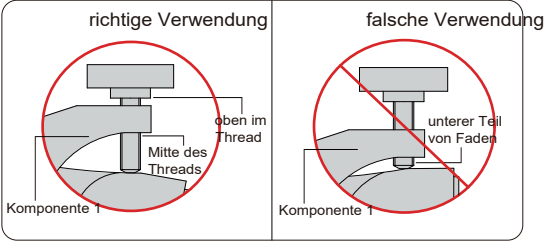

Abb.2
- Stellen Sie während der Arbeit die Feineinstellschraube so ein, dass sich Bauteil 1 zwischen der Oberkante und der Mitte des Gewindes befindet, um die Elastizität des Kopfes zu erhöhen. Bauteil 1 darf sich nicht an der Unterkante des Gewindes befinden (Abb. 2).